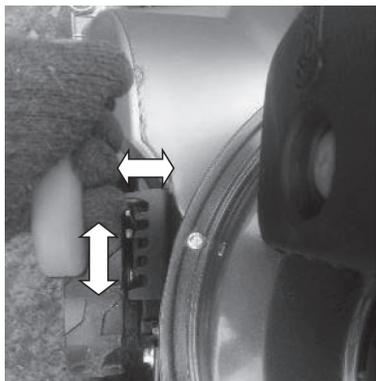

Рис. 42
• Сдвиньте рычаг вбок, чтобы она вышла из установочного паза (рис. 42).